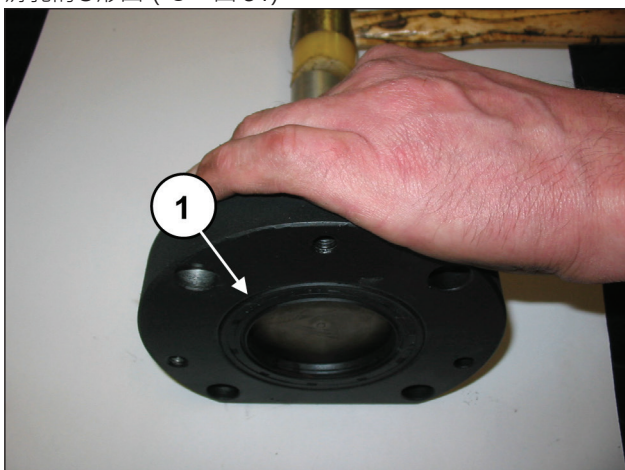
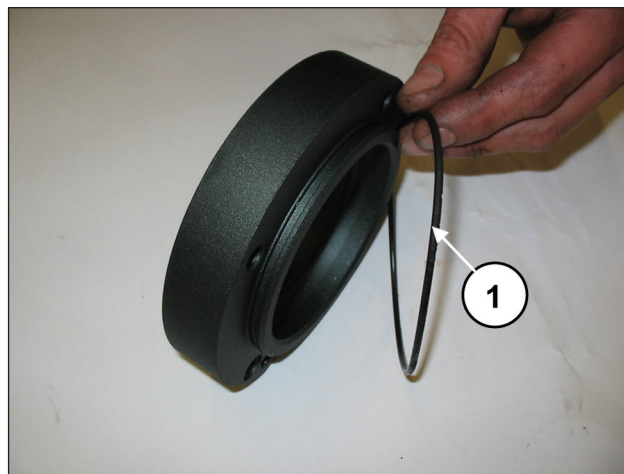
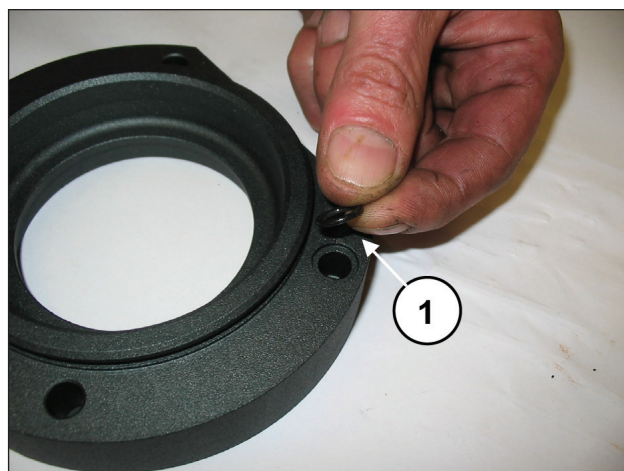

图 29
图 30
图 31
取出径向密封环 (①·图 29) 和外 O 形圈 (①, 图 30) 以及润滑孔的 O 形圈 (①·图 31)。